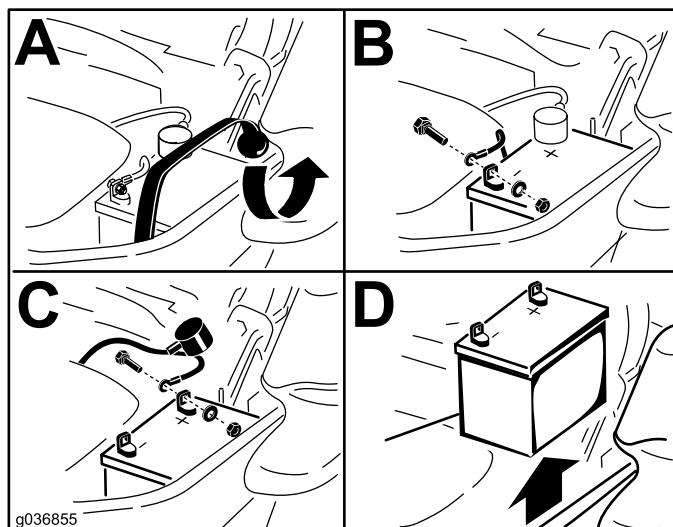

Figura 50
3. Retire la batería según se muestra en la Figura 50.
1. Coloque la batería en la bandeja, con los bornes frente al depósito de aceite hidráulico (Figura 50).
4. Fije los cables con 2 pernos, 2 arandelas, y 2 contratuercas (Figura 50).
6. Fije la batería con la correa de goma (Figura 50).